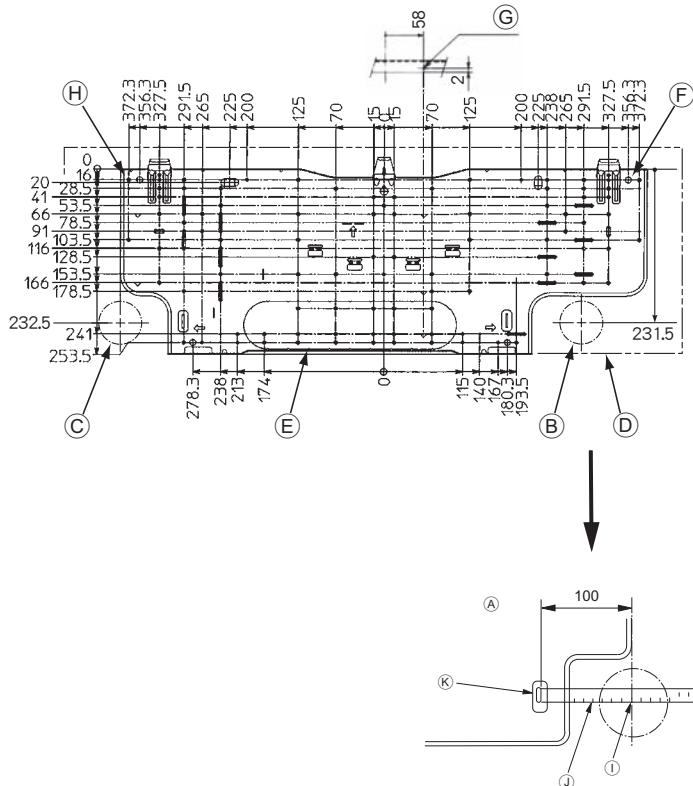

Fig. 3-2
■ PKFY-P·VHM-E (Fig. 3-2)
- Ⓐ Ophangplaat ①